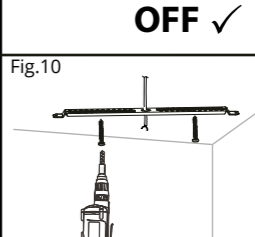

Fig.10
- Fix the downlight bracket onto the surface, ensuring that the fixing tabs are facing out. (Note: you will not require the spring clip assemblies for this method of mounting, please remove them from the bracket). (Fig. 10)
- Fixez le support du downlight sur la surface en vous assurant que les languettes de fixation sont vers l'extérieur. (Remarque : vous n'aurez pas besoin des ressorts et des clips de fixation pour cette méthode de montage, veuillez les retirer du support). (Fig. 10)
- Ponga el soporte del downlight en la superficie, asegurando que las pestañas de fijación den hacia afuera. (Nota: Usted no necesitará broches de resorte para este método de montaje, por favor remuévalos del soporte). (Fig. 10)
- Bevestig de beugel op het oppervlak en zorg ervoor dat de bevestigingslipjes naar buiten gericht zijn. (Let op: u hebt de veerklemmontages niet nodig voor deze montagewijze, verwijder deze uit de beugel). (Fig. 10)
- Befestigen Sie die Einbauleuchte auf der Oberfläche, so dass die Befestigungslaschen nach außen zeigen. (Hinweis: Die Feder-Clips werden für diese Art der Montage nicht benötigt und sollten von der Halterung entfernt werden). (Fig. 10)
- Przymocować wspornik oświetlenia dolnego do powierzchni, upewniając się, że zakładki mocujące są skierowane na zewnątrz. (Uwaga: do tej metody montażu nie są potrzebne zespoły klipsów sprężynowych, należy je usunąć z uchwyту). (Fig. 10)